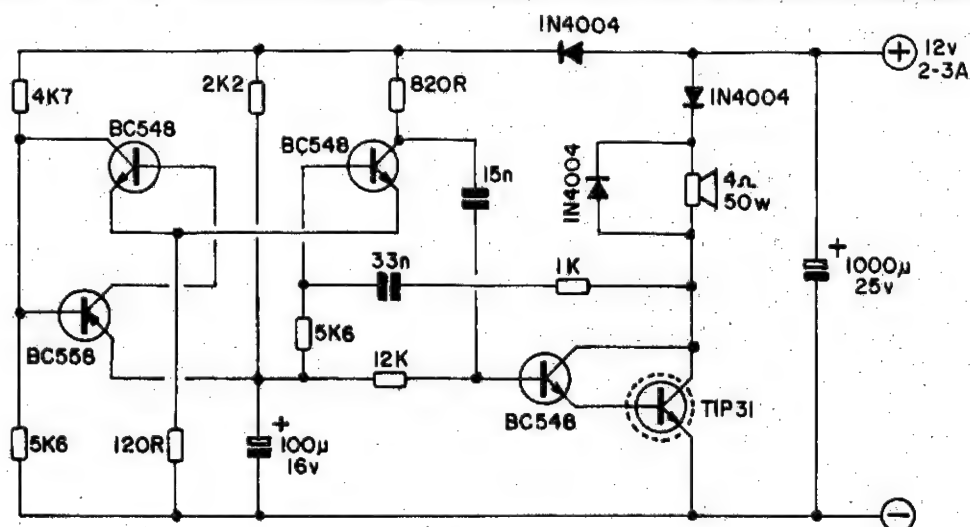

Fig.1
- **FIG. 1 - O CIRCUITO** - Só "parece" complicado, mas - seguramente - não é... Olhando com atenção, o Leitor mais "tarimbado" notará uma estrutura de **ASTÁVEL** (multivibrador com oscilação alto-sustentada) formada pelos dois BC548 "de cima", com uma rede RC de realimentação e determinação da Frequência um pouco mais elaborada do que normalmente se encontra em circuitos básicos, do gênero... A oscilação básica é "bloqueada" e autorizada, num regime que inclui uma relativamente lenta rampa de "ataque" e um brusco "decaimento", através do trabalho executado pelo BC558, em conjunto com o resistor de 2K2 e capacitor eletrolítico de 100u... A forte realimentação entre o BC558 e o BC548 da esquerda, já que suas bases e coletores estão "amarrados", daqui pra lá e de lá pra cá, permite que todo o conjunto osci-